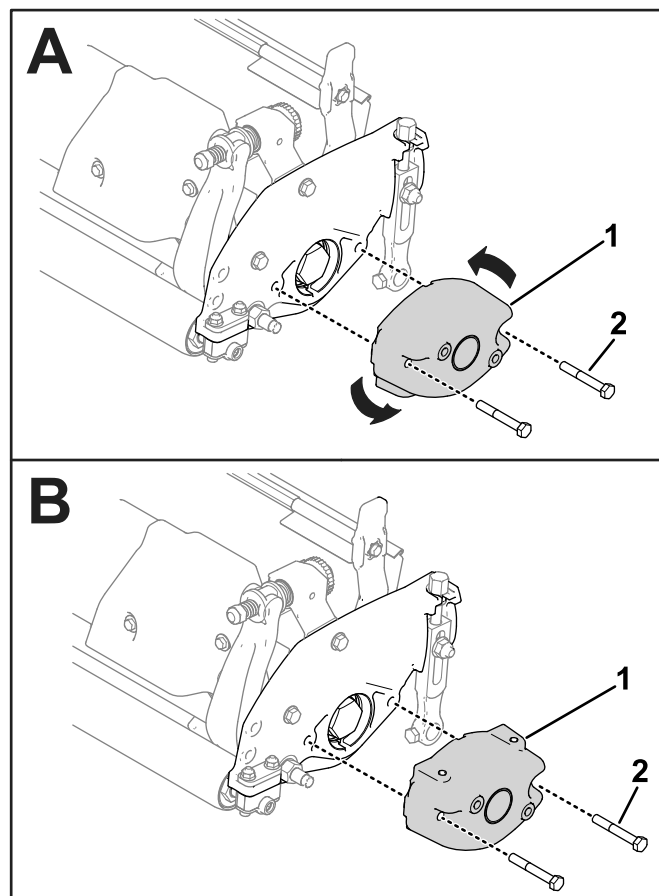

Figura 49
1. Remova o contrapeso existente da unidade de corte e instale o contrapeso de forma a que os orifícios roscados estão virados para cima (**Figura 49**).